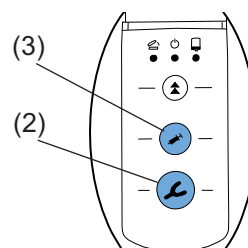

Fig. 8
- Se si preme un pulsante per l'estrusione del materiale senza aver prima selezionato un programma o porta-impronta (2, fig. 8) o siringa (3, fig. 8), l'apparecchio richiama automaticamente il programma